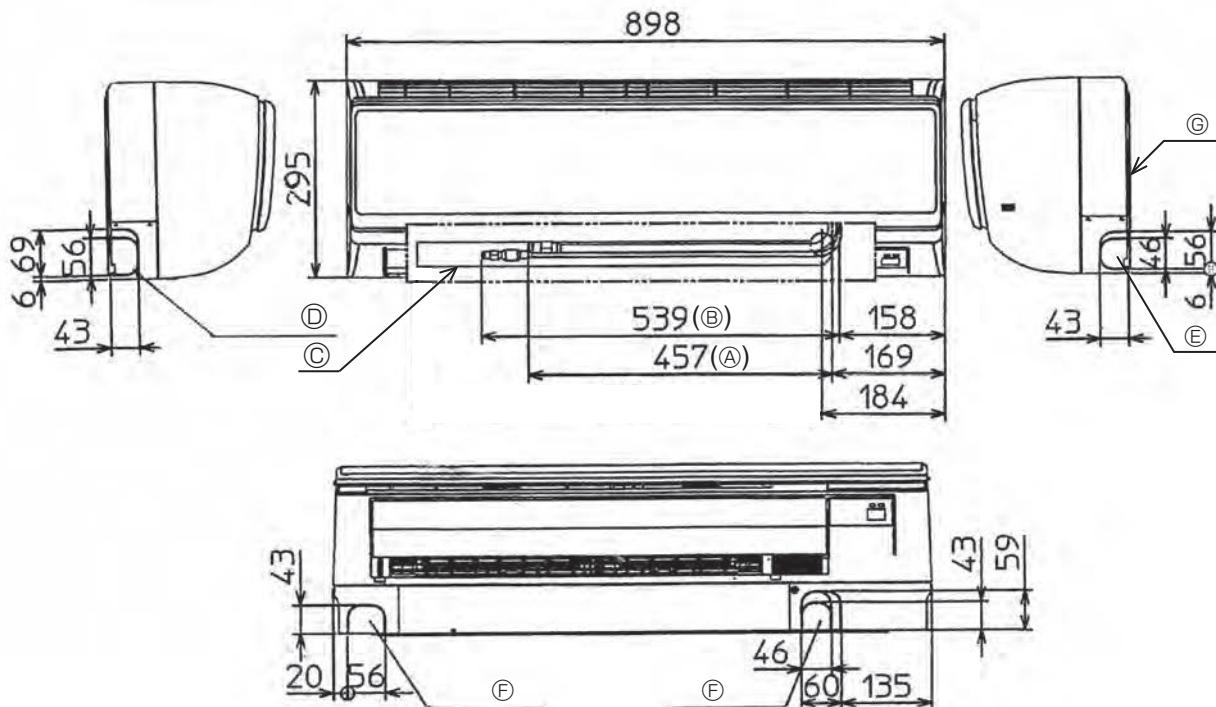

Fig. 4-3
4.4. Выбор расположения труб хладагента и дренажных труб (Fig. 4-3)